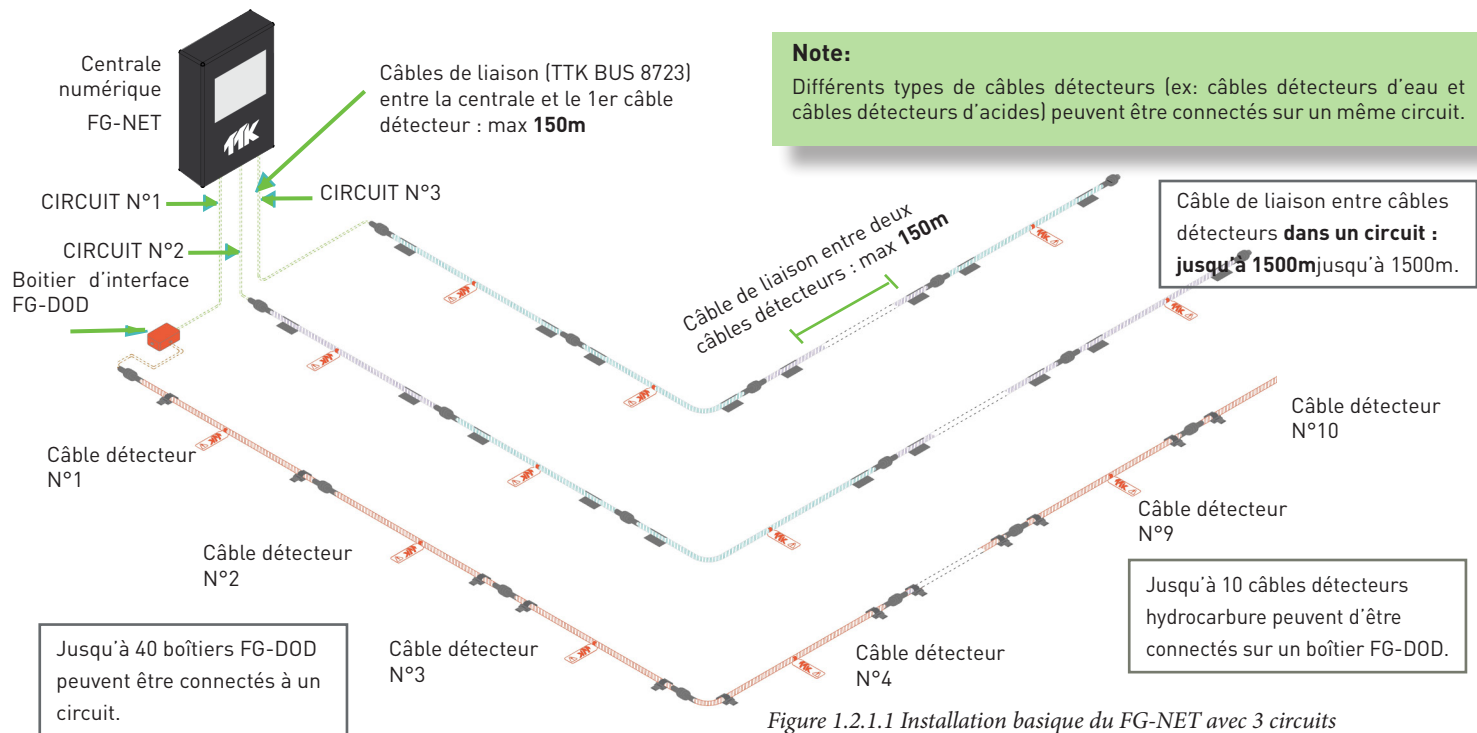

Figure 1.2.1.1 Installation basique du FG-NET avec 3 circuits
- Bouchons de terminaison et accessoires identiques à ceux de la figure 1.2.1